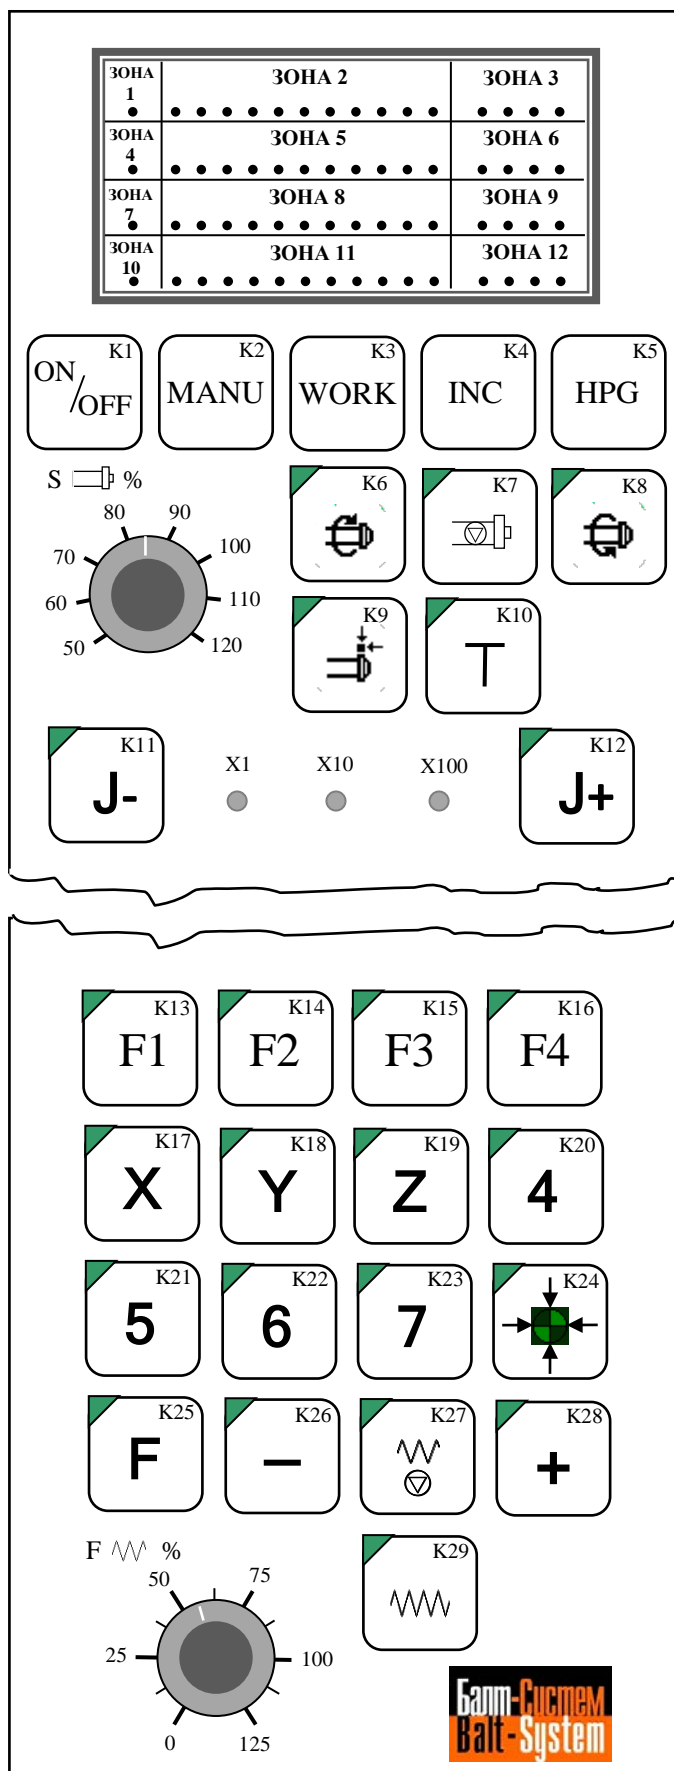

Рисунок 7.2 – Маркировка клавиш, корректоров «S» и «F», и размещение зон информации на дисплее ВСП NC310-78
7.3.4 **LCD** дисплей имеет разрешение 128х64 пикселя. Символы на экране отображаются в 4 строки по 16 символов в каждой. Экран поделен на 12 информационных зон: зоны 1, 4, 7, 10 – по одному символу, зоны 2, 5, 8, 11 – по одиннадцать символов, зоны 3, 6, 9, 12 – по четыре символа (рис. 7.2). Подробное описание информационных зон дано в пункте 9.